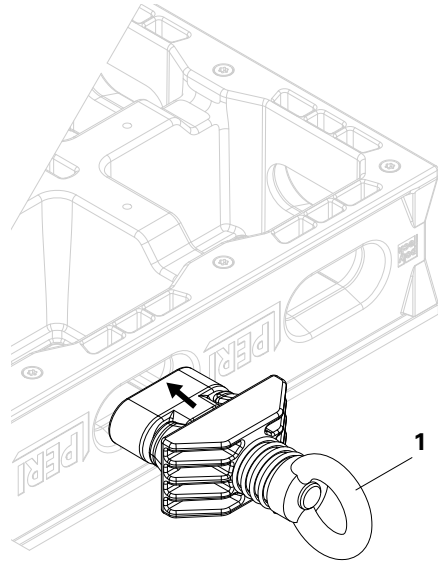

Fig. 6
1. Montare l'anello di sollevamento DUO (1) sull'elemento disteso a terra (Fig. 6);
2. Posizionare l'anello di sollevamento DUO (1) nel foro asolato del telaio. (Fig. 6)